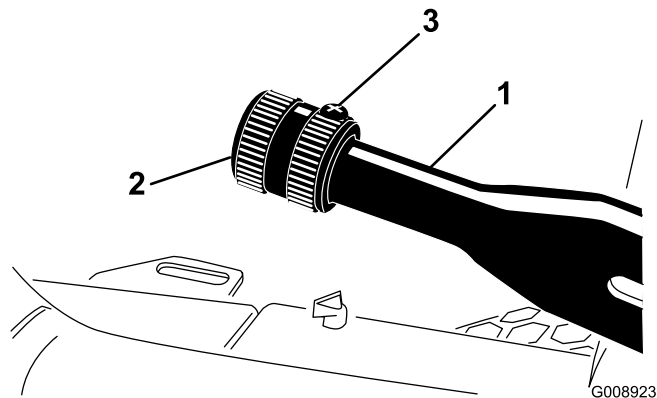

Figura 71
1. Desaperte o parafuso de afinação que fixa o manípulo à alavanca do travão de mão (Figura 71).